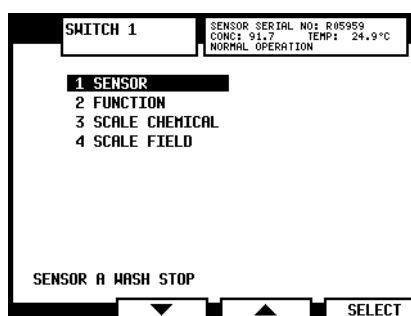

Figura 6.10 Menu de interruptores
4. Seleccione interruptor 1,2,3, ou 4 para configurar. Uma vez seleccionado, o menu de chaves aparece, veja Figura 6.10 abaixo.